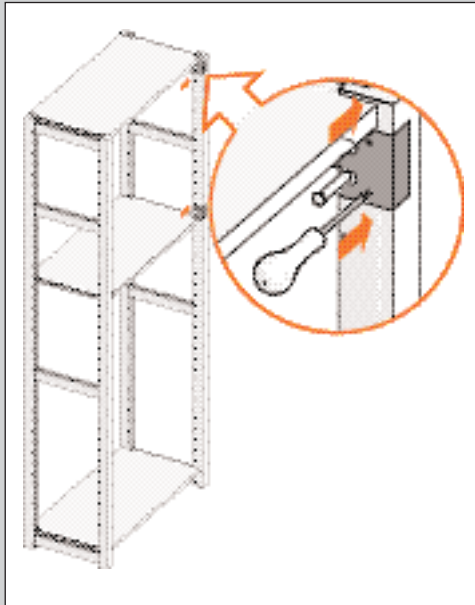

ABBILDUNG 23
3. Falten Sie die Papierschablone und setzen Sie die Schablone auf den Ständer. Achten Sie darauf, dass das untere Loch der Schablone über dem Tragstift liegt (siehe Abb. 23).
4. Bohren Sie mit einem Pfriem kleine Löcher in den Ständer (siehe Abb. 23).